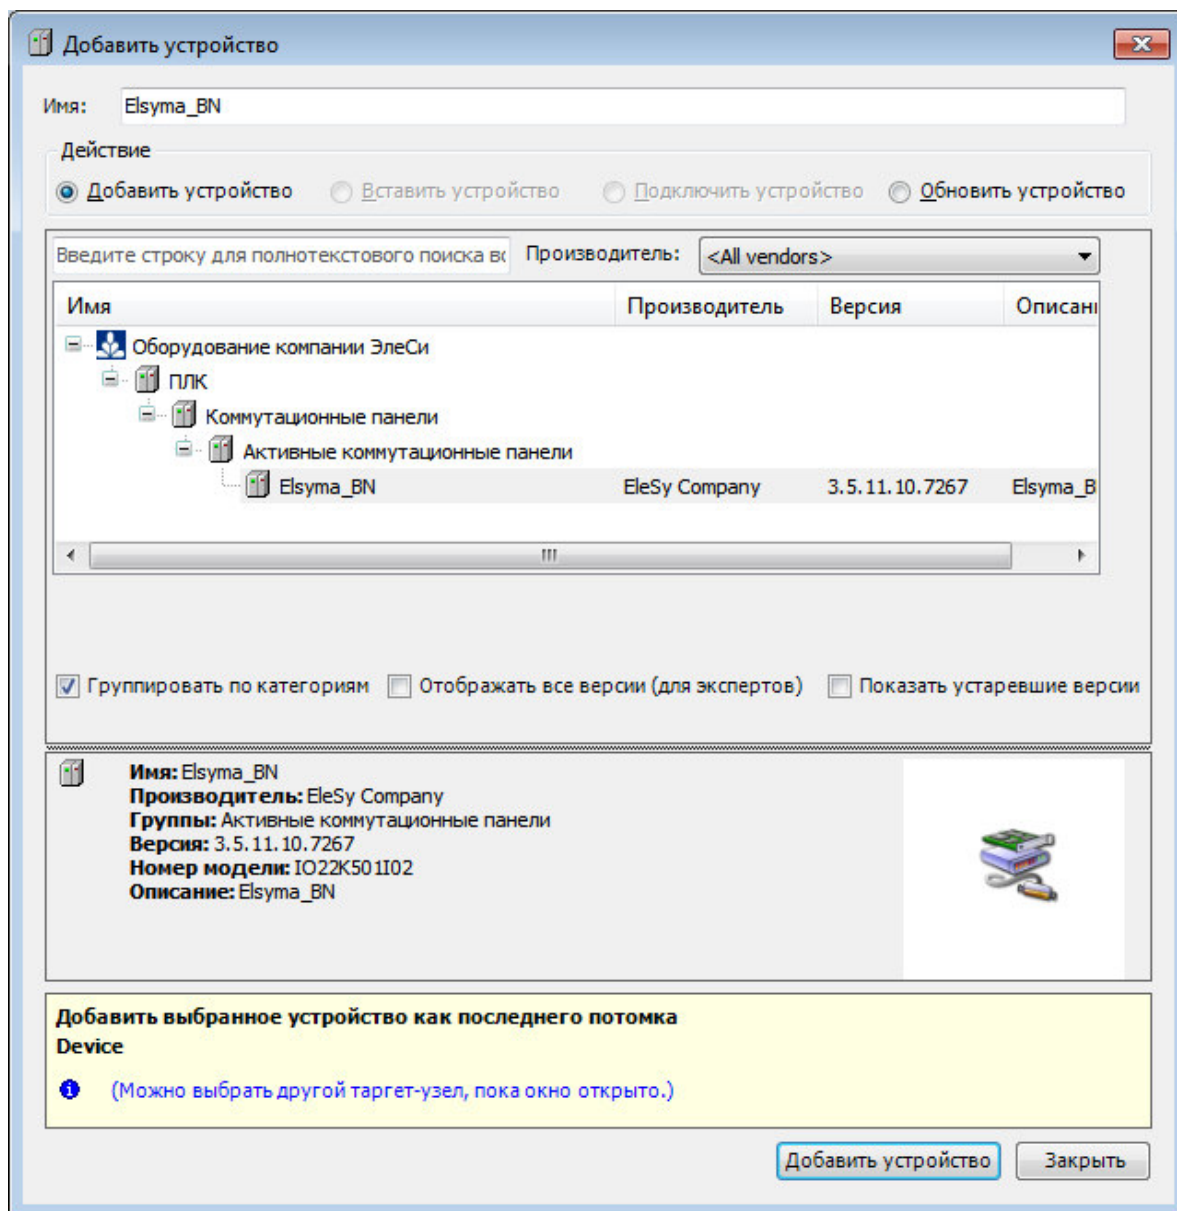

Рисунок 3.6 - Окно добавления устройств
2. В окне «**Добавить устройство...**» найти группу «**Устройство**». В поле **Производитель:** следует выбрать *EleSy Company* и выбрать устройство *Elsyma_BN* после чего нажать кнопку «**Добавить устройство...**» (рисунок 3.6).